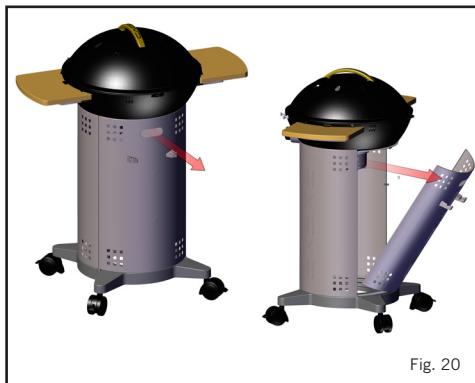
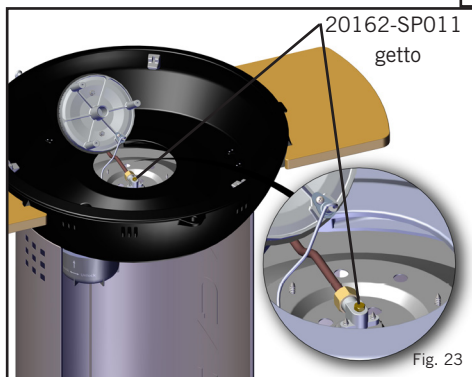

Fig. 20
Fig. 23
- Per sostituire l'ugello: Estrarre il pannello posteriore utilizzando la maniglia (fig. 20) rimuovere il coperchio, la griglia barbecue, il supporto portapentole e gli altri elementi non fissi dall'apparecchio. Ora svitare le 3 viti poste sotto l'apparecchio come mostrato nella figura 21, allentando il bruciatore. Ora rimuovere il bruciatore delicatamente sollevandolo (figura 22), si noti che è attaccato al filo di accensione piezo. **NON** estrarre il bruciatore altrimenti si rischia di rompere il cavo di accensione piezoelettrica dell'apparecchio. Appoggiare delicatamente il bruciatore su un lato, rendendo in tal modo visibile l'ugello (fig. 23). Il getto può essere rimosso utilizzando una chiave adatta. Non usare pinze sull'ugello in quanto ciò potrebbe danneggiare l'ugello stesso, rendendolo inutilizzabile o impossibile da rimuovere. Avvitare il nuovo ugello nella valvola. Non serrare eccessivamente per evitare di danneggiare il l'ugello.